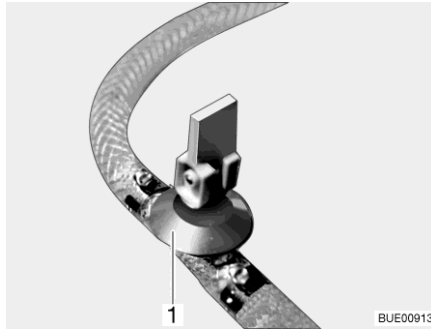
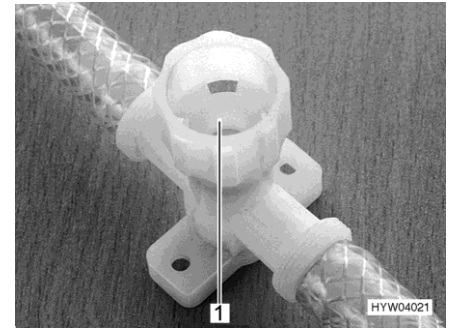

Fig. 179 Rubinetto di scarico (con leva a bilanciare)
Fig. 180 Rubinetto di scarico (con tappo a vite)
- Aprire tutti i rubinetti di scarico. Mettere la leva a bilanciare del rubinetto di scarico (Fig. 179,1) in posizione verticale o chiudere il coperchio del rubinetto di scarico (Fig. 180,1) in senso antiorario.